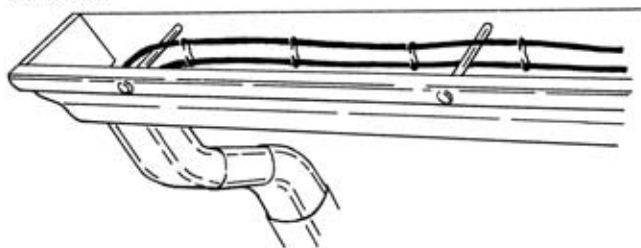

Figura 20a. Cable de ida y vuelta en canalones – solamente (canalones con remaches)
- Si instala únicamente el cable en los canalones a causa de la acumulación de hielo, utilice un cable de “ida y vuelta” en los canalones y en las bajadas de agua. La Figura 20a muestra un canalón instalado con remaches. Corra el cable por encima y por debajo de los remaches del canalón manteniéndolo alejado del fondo. Se debe fijar un espaciador cada 12 pulgadas (30 cm). La Figura 20b muestra un canalón sin remaches internos. Utilice pinzas y espaciadores para mantener el cable lejos del fondo del canalón. Se debe sujetar el cable con pinzas cada 3 pies (95 cm) a lo largo del techo.